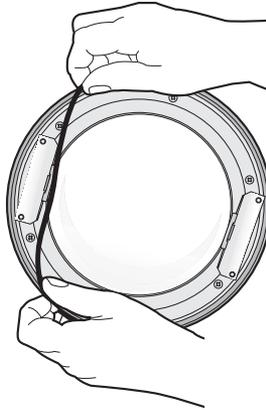

Figura 17. Instalación del aro O
2. Aplique lubricante específico (suministrado con el domo inferior) al aro O, y después instálelo en la ranura sobre el aro de reborde del domo inferior (consulte la Figura 17).
2. Aplique lubricante específico (suministrado con el domo inferior al aro O, y después instálelo en la ranura sobre el aro de reborde del domo inferior (consulte la Figura 17 en la página 24).